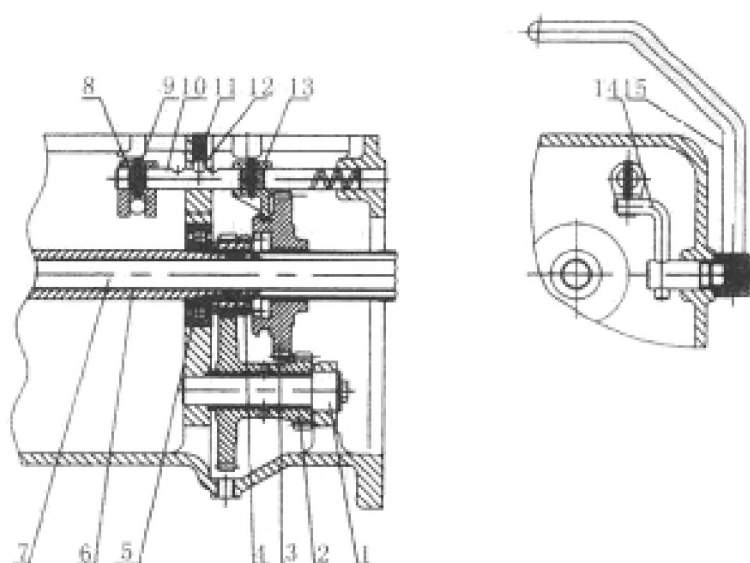

Рисунок 4-6. Устройство замедления хода.
структура схожа с переключениями повышенных и пониженных передач на коробке (рисунок 4-6). На устройстве замедления скорости имеется три шестерни переключения. Передвиньте вперед рычаг переключения замедленной скорости (15), чтобы включить прямую передачу, трактор будет использовать 8-передних передач и 2 задние передачи. Потяните рычаг назад, чтобы включить замедленную скорость, трактор будет двигаться на очень низкой скорости на 8 прямых передачах и 2 задних передачах. Когда рычаг находится в среднем положении, включена нейтральная передача.